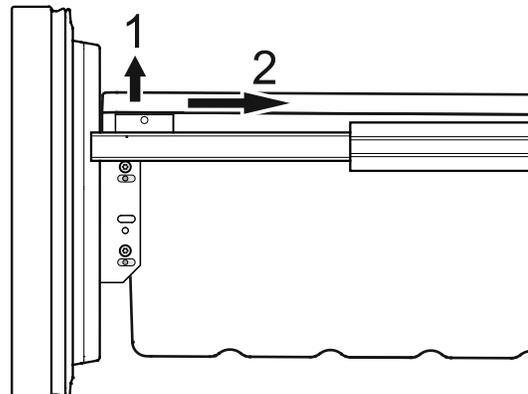

Figure 21
- Déclipser les coins gauche et droit du récipient en le tirant vers le haut (1) - **Figure 21**.
- Pousser le récipient vers l'arrière (2) - **Figure 21**.
- Retirer les récipients des tiroirs du compartiment congélateur comme aux **Figures 21** et **18**.